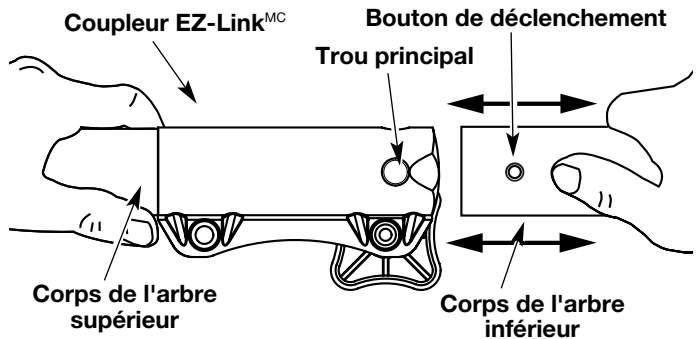

Fig. 10
2. Tenez fermement l'accessoire et enfoncez-le tout droit dans le coupleur EZ-LinkMC (Fig. 10).